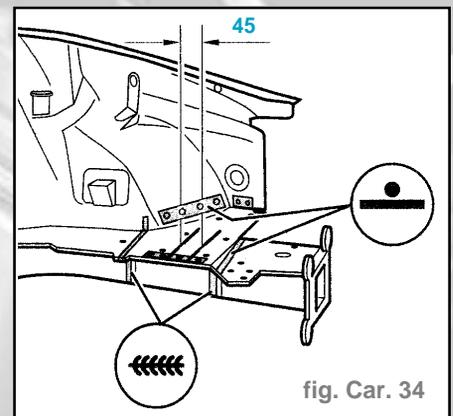

fig. Car. 34
- Souder le longeron bord à bord en cordon continu sous gaz de protection (fig. CAR. 34).